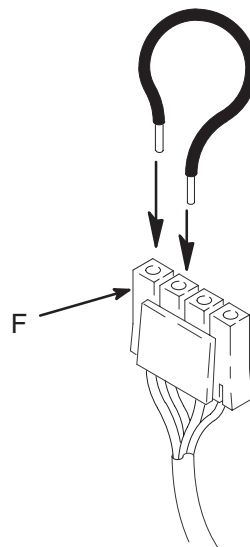

Fig. 3
3. Fig. 10. Afmontér de fire skruer (60), trykreguleringsdækslet (49), to skruer (108), betjeningspanelet (67). Fig. 3. Frakobl motorforbindelsen (F).
1. Fig. 3. Forbind den røde og den sorte motorledning med en testledning. Drej blæseren med fingrene med ca. to omdrejninger pr. sekund.